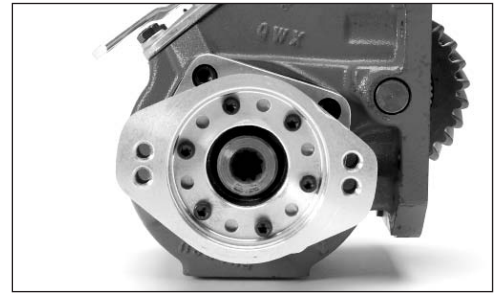

Abb. 6
10. Anschließend den Pumpenflansch wie in **Abb. 6** dargestellt anbauen. Wenn der Nebenantrieb mit der Schaltabdeckung auf Sie zu und mit der Unterseite von Ihnen wegweisend auf der Werkbank liegt, sollte der abgebildete Flansch nach rechts weisen. Den Pumpenflansch entsprechend der 3:30 – 9:30 Uhr-Position ausrichten. Die 6 Innensechskantschrauben (378446-4) anbringen und mit einem Drehmoment von 11-16 Nm (8-12 lbs. ft.) anziehen.